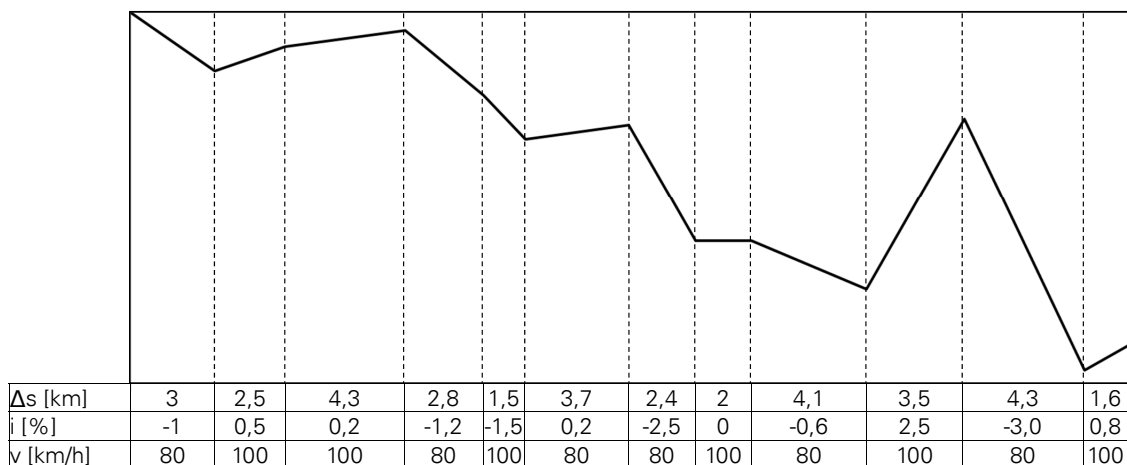

Abbildung 3.2: Streckenprofil von A nach B zur **Wahlaufgabe Straßenverkehr**
3. Das Fahrzeug durchfährt die in Abbildung 3.2 dargestellte Strecke von A nach B. Es wird angenommen, daß die auf dem Fahrzeug installierte Antriebsleistung ausreicht, um die Soll-Geschwindigkeit zu erreichen. Prüfen Sie, auf welchen Streckenabschnitten im Gefälle die zulässige Geschwindigkeit nur eingehalten werden kann, wenn eine Beharrungsbremse eingeleitet wird. Bestimmen Sie für jeden Abschnitt die erforderliche Bremskraft und Bremsleistung sowie die an den Bremsen umgesetzte Energie. Berücksichtigen Sie dabei die Tatsache, dass sich bei Straßenfahrzeugen beim Ausrollen mit eingelegtem Gang eine zusätzliche Widerstandskraft ergibt, die aus dem Schleppmoment des Motors im Schubbetrieb (Motor wird über die Räder mitgedreht) resultiert. Setzen Sie dafür im vorliegenden Fall für $v = 80 \text{ km/h}$ eine Kraft von 1,6 kN und für $v = 100 \text{ km/h}$ eine Kraft von 1,9 kN an.